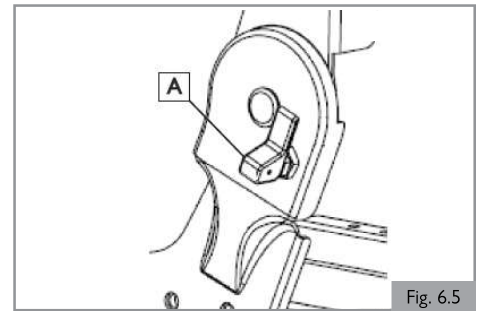

Fig. 6.5
1. Le levier de la goupille de verrouillage (A) doit être désengagé. (Fig. 6.5)